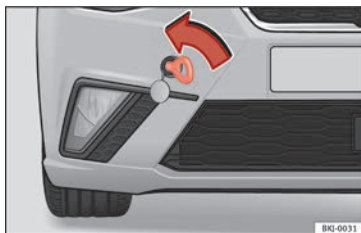

Fig. 106 Pare-chocs avant droit : œillet de remorquage vissé
- Vissez l'œillet jusqu'à la limite vers la gauche, dans le sens indiqué par la flèche »» **fig. 106.**